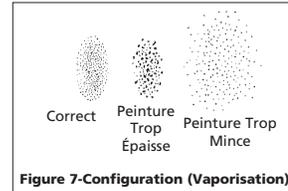

Figure 7-Configuration (Vaporisation)
des coups courts et régler avec ce bouton jusqu'à ce que la configuration atteigne la forme ovale désirée et que le matériel soit distribué également sur la surface sans endroits épais ou minces. La configuration devrait s'amincir aux bords (Voir Figure 7).
4. Avec le pistolet 20,32 cm (8 po) de la surface, appuyer sur la gâchette avec un coup court d'une seconde en tournant le bouton de contrôle de fluide au sens contraire des aiguilles d'une montre. Observer la configuration de pulvérisation sur l'objectif et régler le bouton de contrôle de fluide afin d'obtenir la configuration désirée (Voir Figure 7).